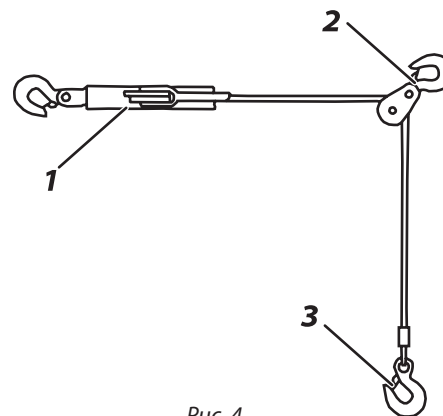

Рис. 4
1.4.2 Крепление груза, находящегося не на одной линии с лебёдкой (см. рис.4):
При данной схеме перемещения груза, полиспаст должен быть надёжно закреплён в «точке фиксации», как показано на рис.4. Перемещение груза происходит так же, как описано в п.1.2.